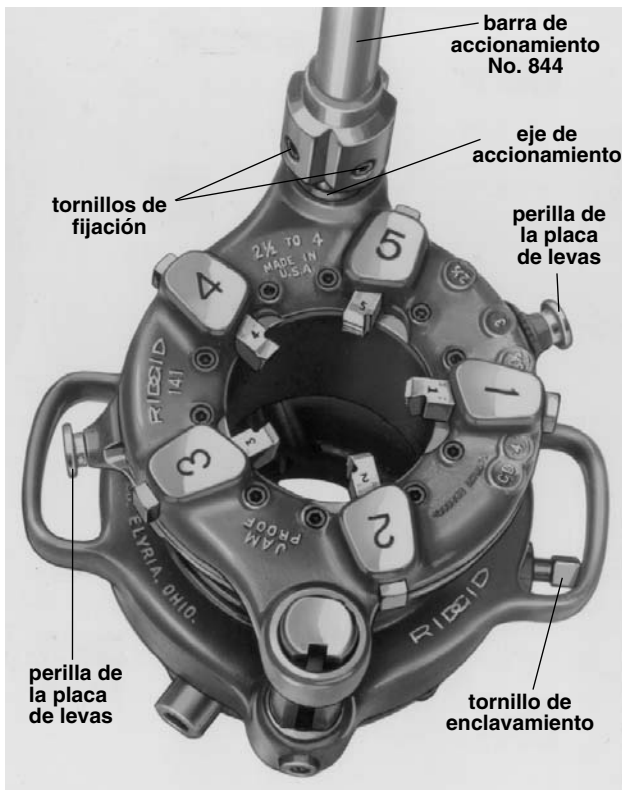

Figura 15 – Roscadora a Engranajes No. 141 con una barra de accionamiento No. 844 instalada (la Roscadora No. 161 es similar)
2. Tire de las perillas de la placa de levas (*Figura 15*) y gire la placa de levas hasta una de las marcas que señalan el tamaño de tubo deseado, en la parte superior del cabezal de terrajas. Suelte la perilla cuando los pasadores de ubicación caigan en los agujeros en la placa de selección.
2. Tire de las perillas de la placa de levas (*Figura 15*) y gire la placa de levas hasta la marca CD en la parte superior del cabezal de terrajas.
3. Extraiga el juego de terrajas desgastado (*Figura 15*) e introduzca un nuevo juego de terrajas.
1. Coloque la roscadora en el suelo o sobre un banco de trabajo con el eje de accionamiento apuntando hacia arriba. Instale la Barra de Accionamiento No. 844 en el de accionamiento de la roscadora y apriete los dos (2) tornillos de detención (*Figura 15*).
3. Afloje los dos (2) tornillos de fijación y desmonte el árbol universal de propulsión de la roscadora.
4. Para las Nos. 141 y 161: Afloje el tornillo de enclavamiento del sujetapiezas (Figura 15) y vuelva el sujetapiezas a la posición de OPEN (abierto).